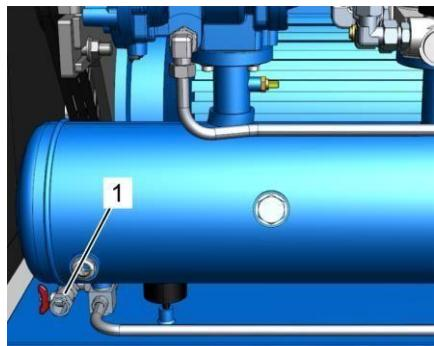

Рис. 34: Отверстие для слива охлаждающей жидкости
5. Осторожно откройте отверстие для слива охлаждающей жидкости (Рис. 34/1) и проверьте вытекающую жидкость.
7. Закройте отверстие для слива охлаждающей жидкости (Рис. 34/1) ↗ *Приложение В «Моменты затяжки винтов» на странице 119.*